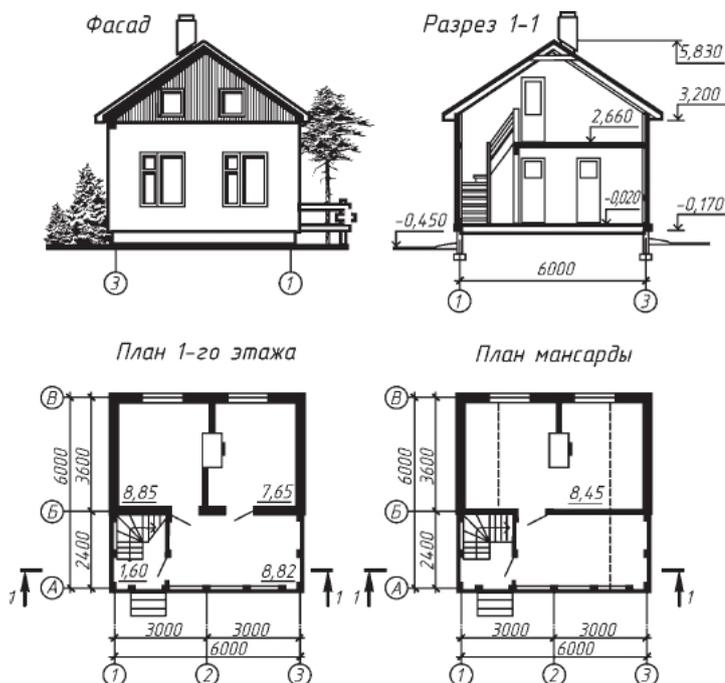

Рисунок 1. Чертеж летнего дачного домика
Рассмотрим для примера чертеж летнего дачного домика из кирпича с мансардой (рис. 1).
3. На плане этажа здания намечаются точками места размещения водопроводных стояков. Все стояки должны быть пронумерованы (Ст В1- 1, Ст В1-2 и т.д.)(см. рис.1).